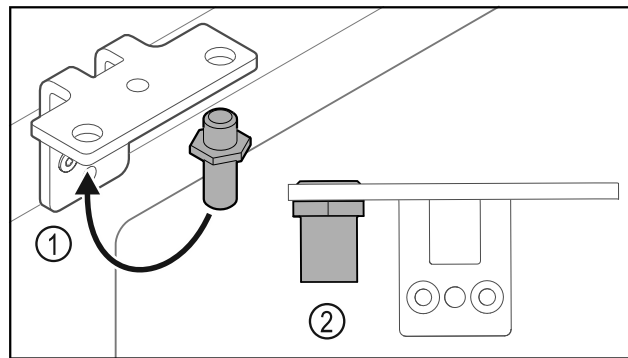

Fig. 37
- ▶ Преместете болта Fig. 37 (1) в ъгъла на пантата.
- ▶ Затегнете болта Fig. 37 (2) с **въртящ момент от 12 Nm**.